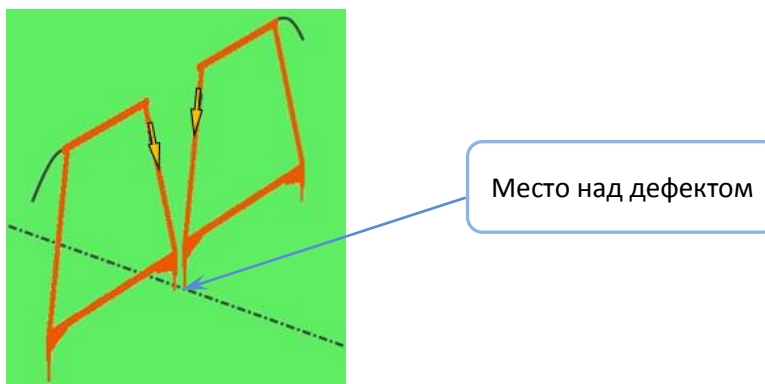

Рисунок 7.10 – Минимум сигнала над местом утечки тока
- 13 Чтобы убедиться, что обнаруженное место находится над источником утечки тока (что изменение сигнала не вызвано наличием возможного ответвления коммуникации или другими аномалиями изменения потенциалов на поверхности земли), провести дополнительные замеры сигнала при установке датчика перпендикулярно оси коммуникации (см. рисунок 7.10). Указатель направления сигнала при этих замерах должен имеет вид - «↑», то есть показывать направление в сторону дефекта.